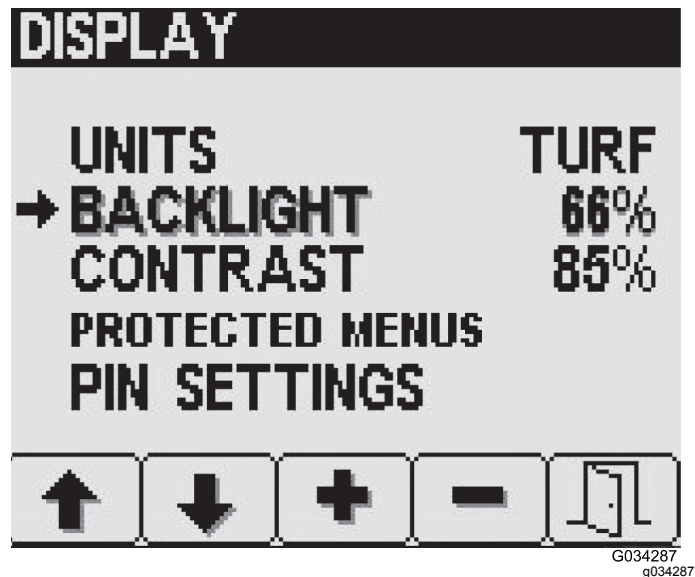

Figura 21
1. Pulse el botón 2 de la pantalla de Ajustes de pantalla hasta llegar a Retroiluminación o Contraste (Figura 21).
2. Use los botones 3 y 4 para establecer el valor deseado (Figura 21).